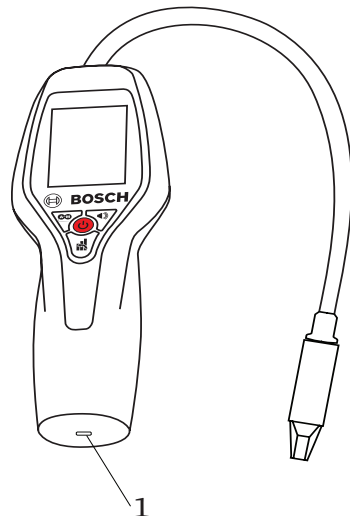

Abb. 19: Laden des Lecksuchgeräts
1. Verbinden Sie das Micro-USB-Anschlusskabel mit dem Ladeanschluss an der Unterseite des IR LD 1.0 (siehe Abb. 19).